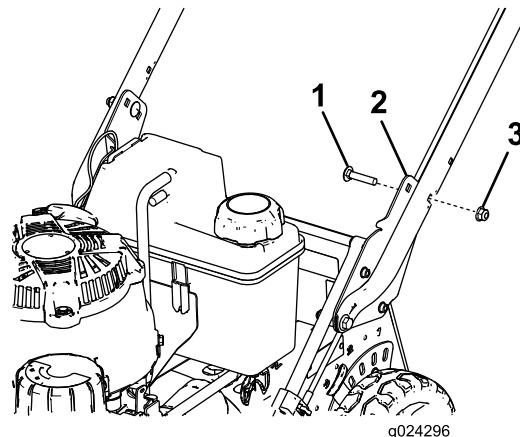

**Figura 5**
- Coloque-se na posição de operação para determinar a altura mais confortável da pega (Figura 5).